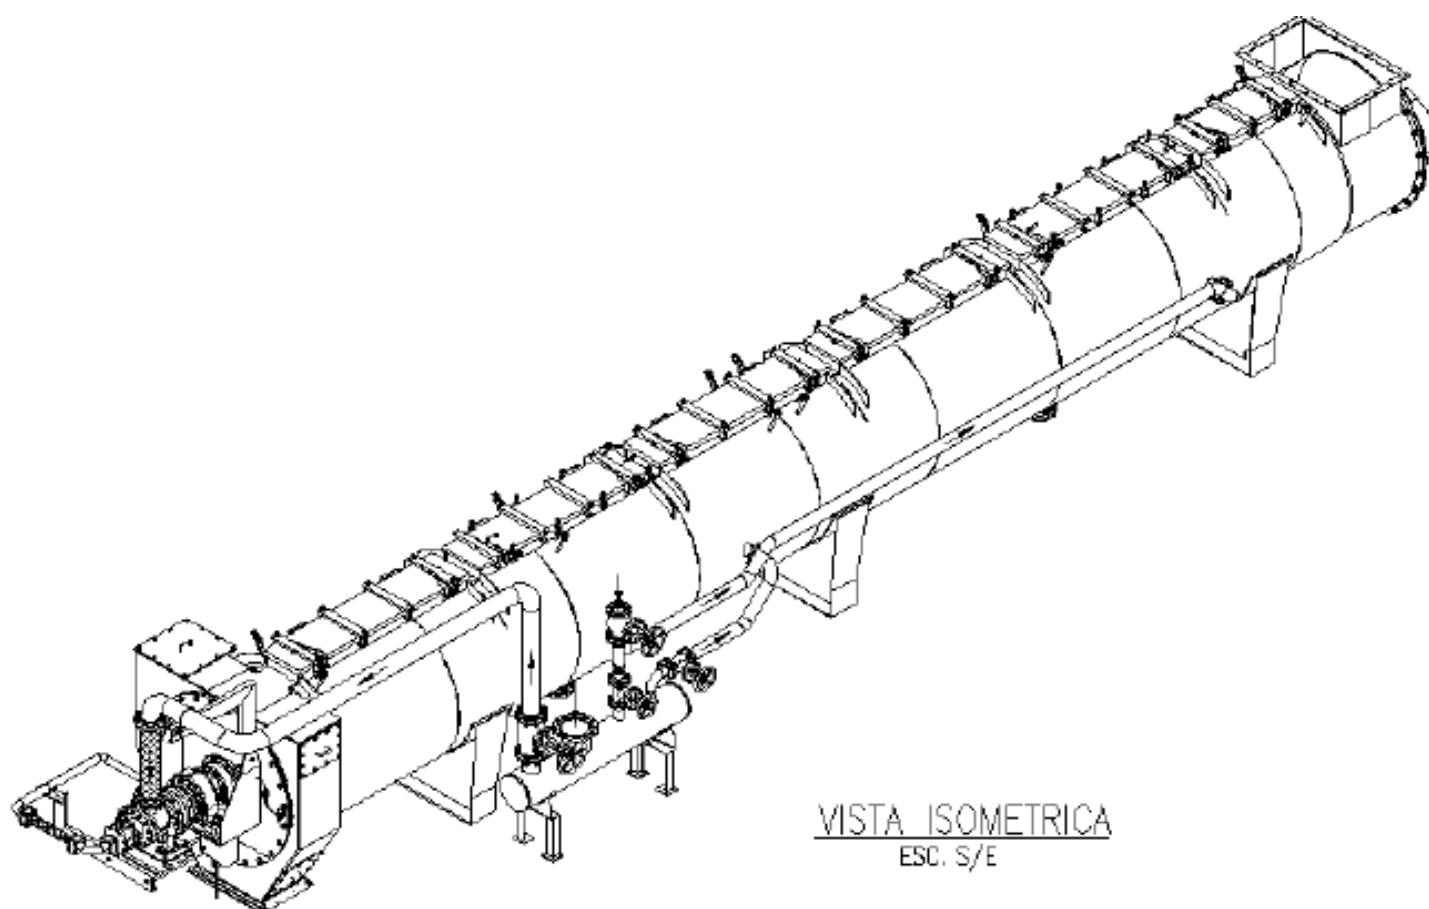

Fig. 1 Cocinador ensamblado.
- 8-Purga de aire de chaquetas y Rotor. (Ver fig. 1)